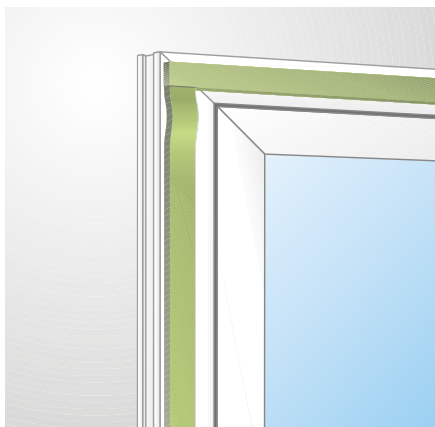

Fig 1
- All kapping og skjøting av båndet gjøres vinkelrett, og endene skal møtes ordentlig, se fig. 1 og 3.
- Båndet skal ikke brettes rundt hjørner, se fig. 1.